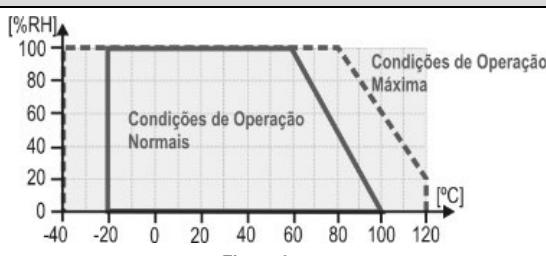

Figura 3
3E2 OUTPUT3 T2	Intervalo de tempo T2 para a temporização da saída 3 (OUTPUT3). Permite definir a atuação temporizada das saídas, conforme mostra a Tabela 2 . Ajustável entre 0 e 1999 segundos (*). Parâmetro não disponível quando as saídas estiverem configuradas para Ação Direta. (*) Com RCE3 configurado como Temporizador Ciclo (10), o parâmetro 3E2 passa a representar a duração do intervalo com a saída desligada e valor definido será expresso em MINUTOS. Ver Figura 3 .